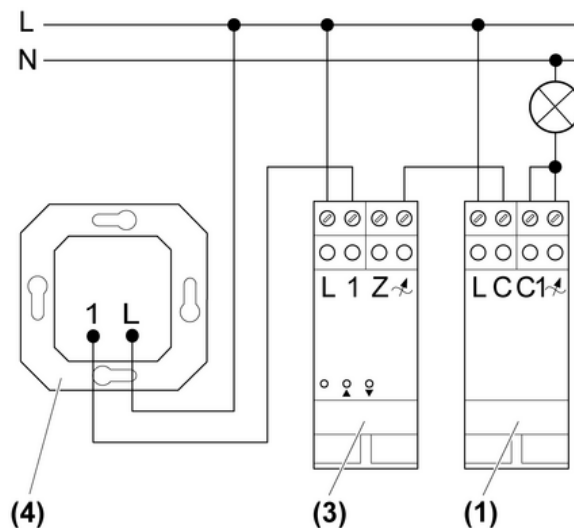
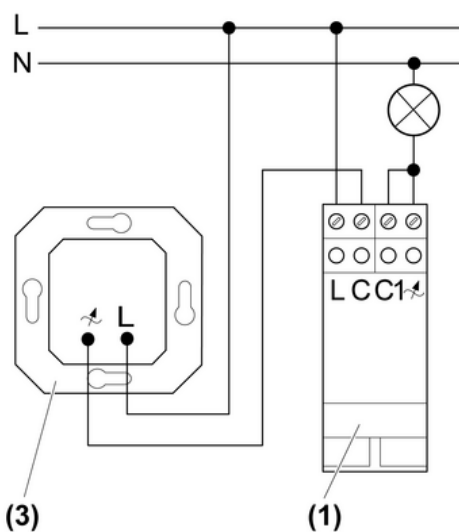
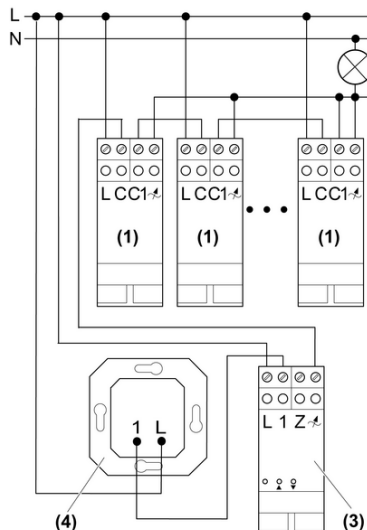

Figura 2: Schema di collegamento con variatore di luce REG
Figura 3: Schema di collegamento con variatore di luce SI
Figura 4: Schema di collegamento per più elementi di potenza
(1) Elemento di potenza
(3) Variatore di luce
(4) Regolatore esterno locale
- Collegare l'elemento di potenza secondo lo schema di collegamento, schema di collegamento con variatore di luce REG (figura 2), schema di collegamento con variatore di luce SI (figura 3) o schema di collegamento per più elementi di potenza (figura 4).